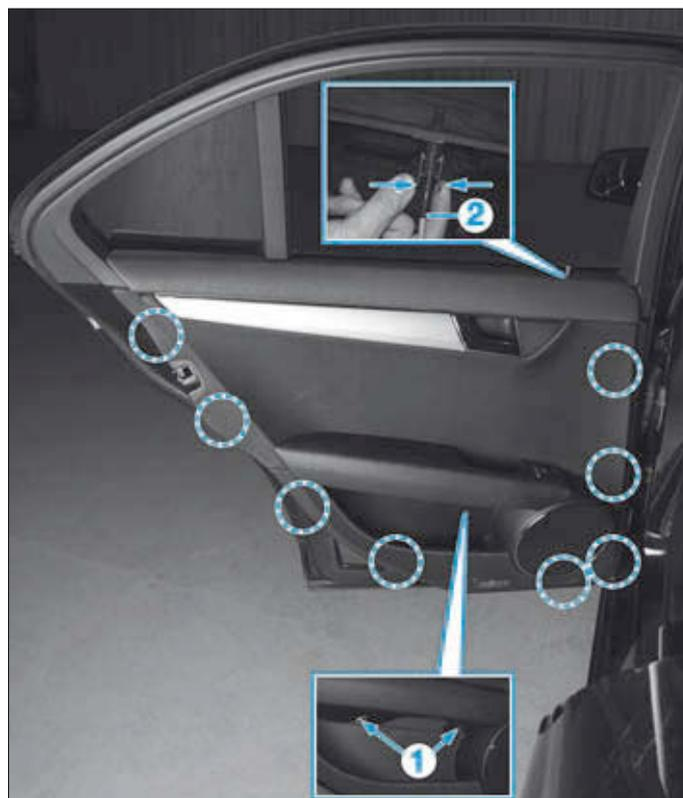

FIG. 36
- Déposer les vis (1) (Torx T30) (Fig.36).
- Comprimer les attaches (flèches) et dégrafer le câble du bouton de sécurité (2) de la garniture de porte.